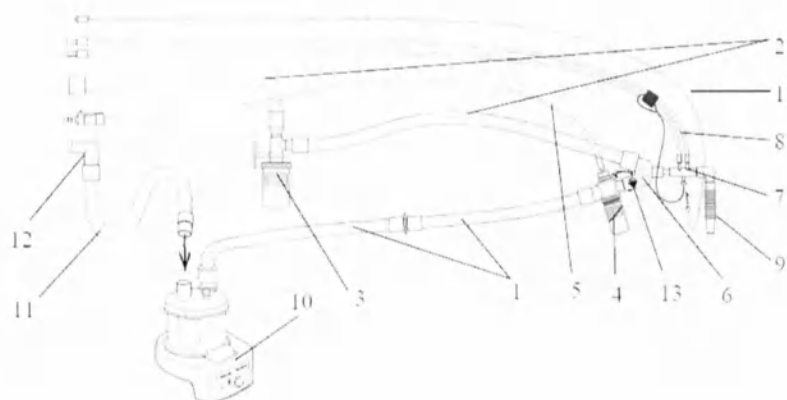

Рис. 54
Все компоненты, которые образуют систему шлангов (рис. 54) – угловые соединения (12), дыхательные шланги (1, 2, 11), сборник конденсата (3), термометр (13), небулайзер (4), «Y-образное» соединение (6), датчик потока D-Lite, или Pedi-Lite (7), эластичный шланг (9), двойной сигнальный шланг (8), или шланг проб (15) (в случае применения модуля AGAS), отсоединяются и разбираются.